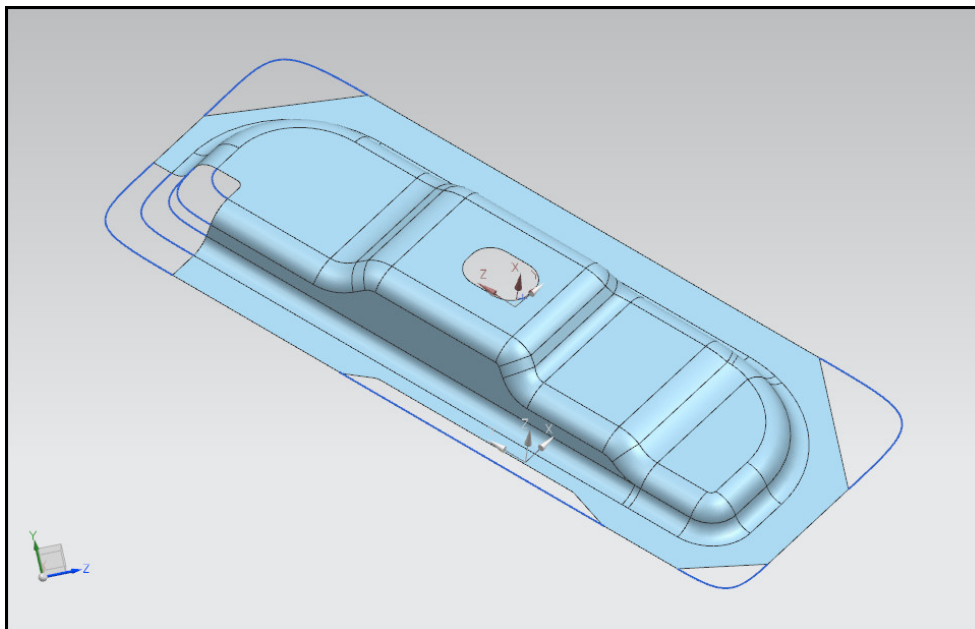

Рис. 7.11. Кривые границы
- Воспользуйтесь стандартными средствами моделирования кривых и поверхностей. С помощью операции **Мостик (Вставить – Кривая по кривой – Мостик)** задайте новые границы детали. Создайте границы, как показано на рис. 7.11. В данном примере в окне диалога **Мостик** в разделе **Ограничения радиуса** установлен тип **Минимум** и радиус 10 мм.